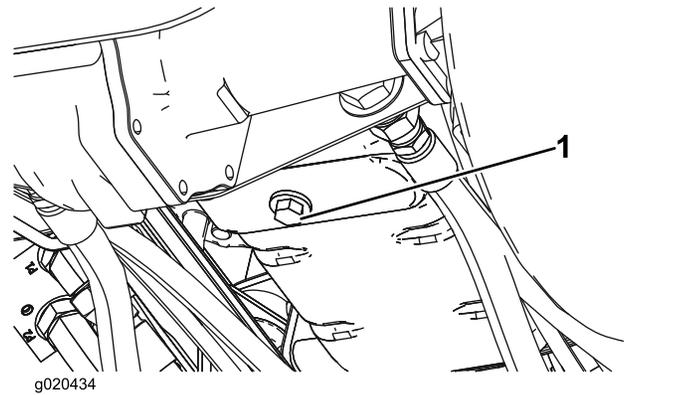

Figura 59
- Togliete il tappo di spurgo (Figura 59) e lasciate defluire l'olio in una bacinella. Quando l'olio cessa di defluire, rimontate il tappo.